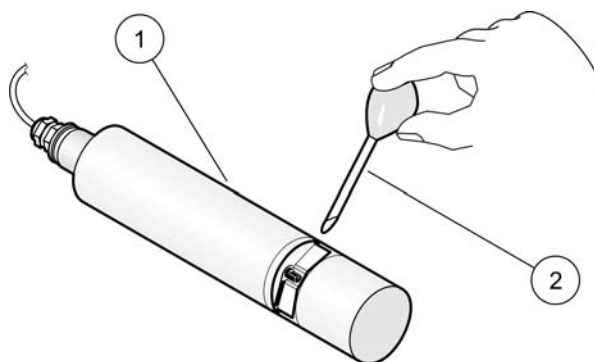

Figura 9 Controllo della calibrazione (versione a vasca)
9. **Versione a vasca:** rimuovere il sensore dalla vasca, sciacquare il banco ottico con acqua e riempirlo con soluzione standard (pipetta). Vedere Figura 9 a pagina 29.